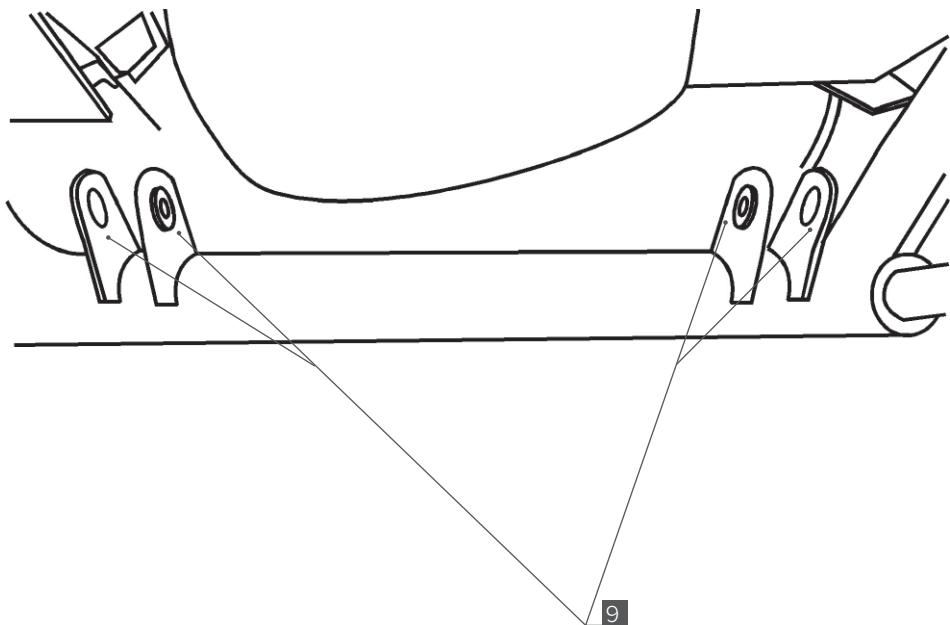

Рис. 3
① *Пункты 4, 5, 11 и 12 выполняйте согласно документации по ремонту и эксплуатации вашего автомобиля.*
10. Приварите по месту кронштейны [9] для крепления к балке (**Рис.3**). Убедитесь, что установленный корпус СРПМ [1] с прикрученным к нему РЗМ не касается балки, поперечной рулевой тяги, карданного вала и других элементов автомобиля.